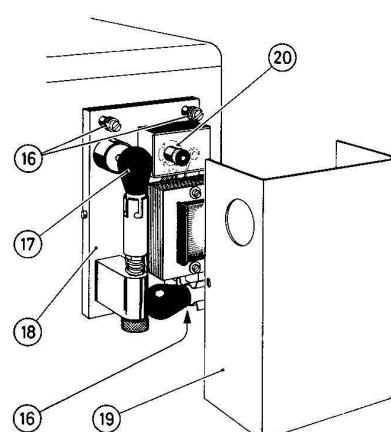

Fig. 7
Check whether lamp (17) is on (Fig. 7).
Kontrollieren ob die Lampe (17) brennt (Fig. 7).
S'assurer que la lampe (17) s'allume (fig. 7).